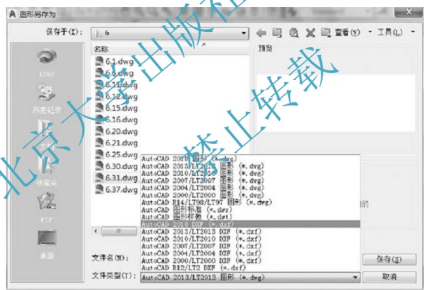

图 6.77 AutoCAD 保存的格式类型
(1) 执行菜单栏中的【视图】|【三维视图】|【西南等轴测】命令,使视图成为轴测视图。
(2) 执行菜单栏中的【文件】|【另存为】命令,在弹出的【图形另存为】对话框中打开【文件类型】下拉列表,里面有 AutoCAD R12/LT2~AutoCAD 2018 7 个版本的 DXF 格式,如图 6.77 所示。